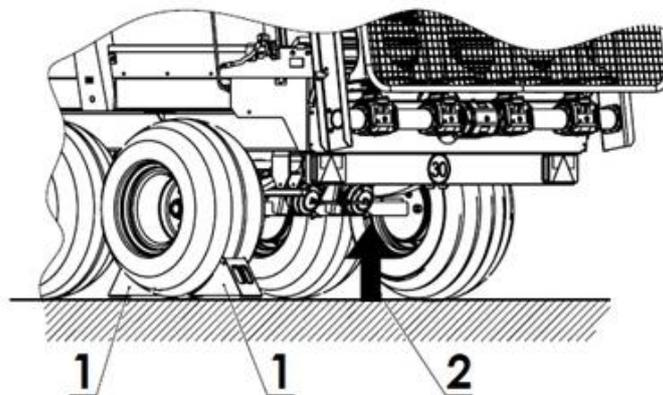

Рисунок 39-й Точки установки домкратов: 1 - упоры, 2 - домкрат
Если необходимо демонтировать колесо, используйте точки установки домкрата (2) под ось. Место установки домкрата показано на рис. 39. Упоры (1) следует подкладывать только под одно колесо.